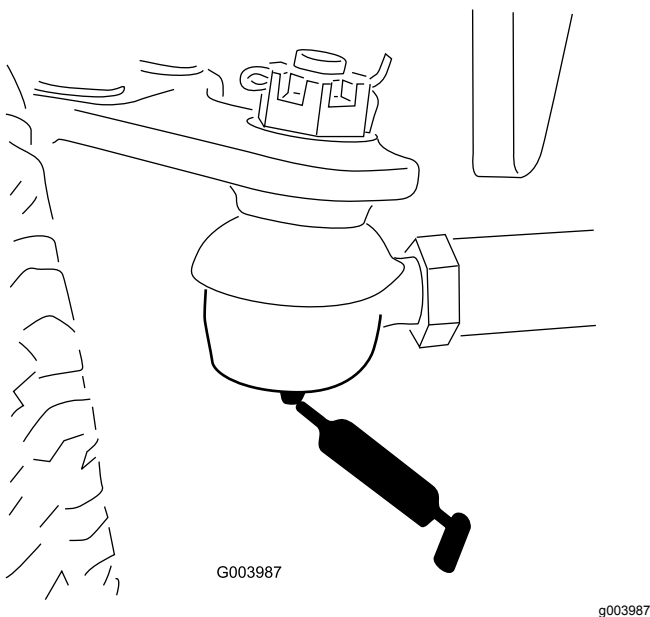

Figura 62
- Barra de ligação do eixo traseiro (2) – Figura 62